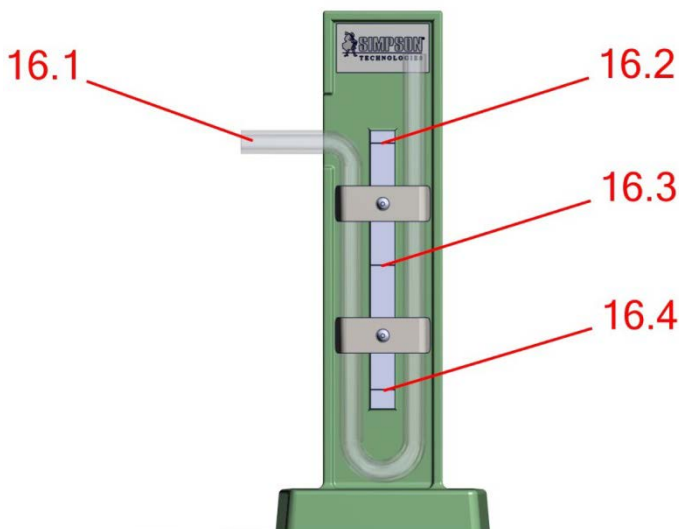

Рисунок 8: "U"-образная трубка манометра давления (поз. 16)
14. Прочтите показания манометра давления с U-образной трубкой (Рис. 8). Уровень жидкости должен быть на самой нижней отметке уровня слева и на самой верхней отметке уровня справа, что соответствует давлению водного столба в 100 мм (10 г/см²). **Если у Вас получился такой результат, калибровка методом контроля давления на пропуск завершена.** Если нет, перейдите к последующим шагам.